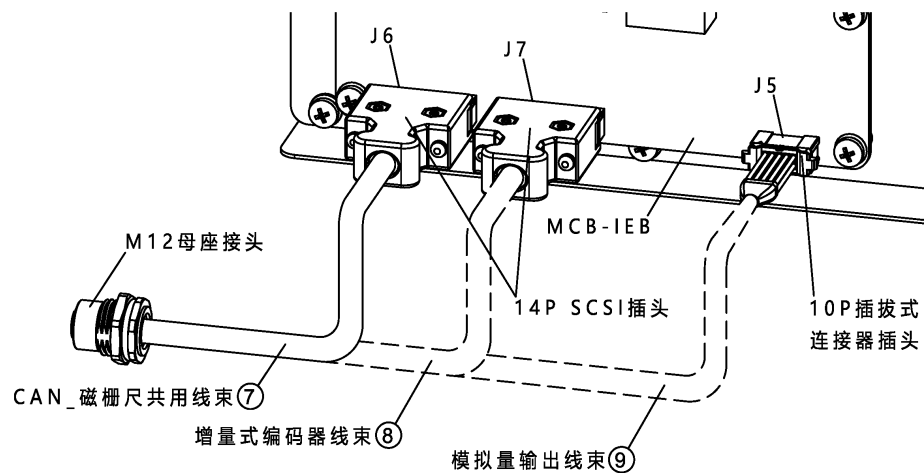

图 21-42 多功能通讯模块连接示意图
步骤5. 如图 21-42 所示，根据实际需求，将 ⑦ CAN_磁栅尺公用线束或 ⑧ 增量式编码器线束或 ⑨ 模拟量输出线束三者其一接在 ③ MCB-IEB 上的对应接口上（⑦ CAN_磁栅尺公用线束接 J6 接口，⑧ 增量式编码器线束接 J7 接口，⑨ 模拟量输出线束接 J5 接口），将另一端的 M12 母座接头安装在 ① M12 接头安装板上。